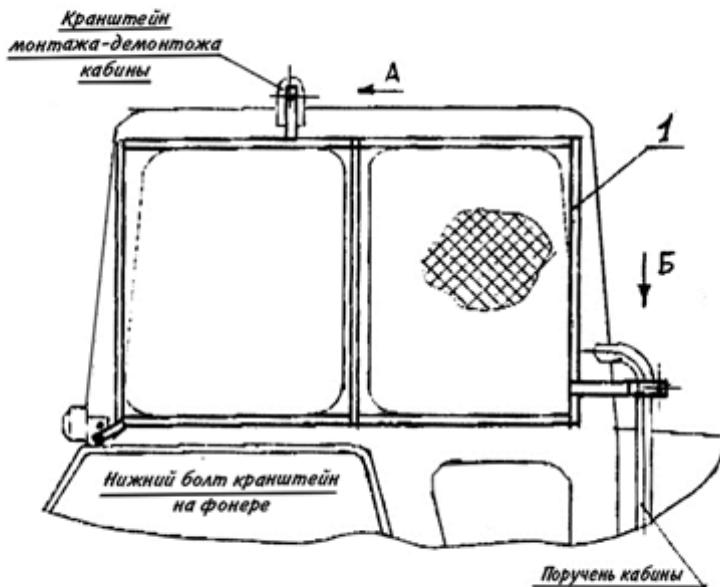

Рис.5 Ограждение кабины трактора
5.1.3. Установите ограждение кабины на трактор (рис.5)